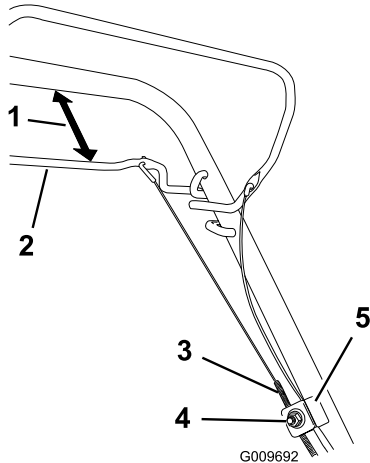

Figure 19
1. Desserrez l'écrou du support de câble (Figure 19).
2. Maintenez la barre de commande d'autopropulsion à une distance de 25 à 38 mm (1 à 1½ po) du guidon (Figure 19).
3. Tirez la gaine du câble vers le bas (vers la machine) jusqu'à ce qu'il n'y ait plus de mou dans le câble (Figure 19).